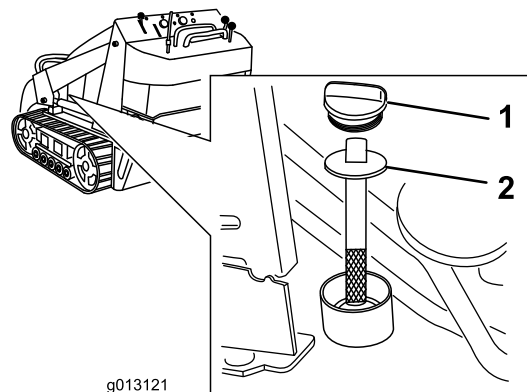

Figura 56
5. Retire el tapón y la varilla del depósito hidráulico (Figura 56).